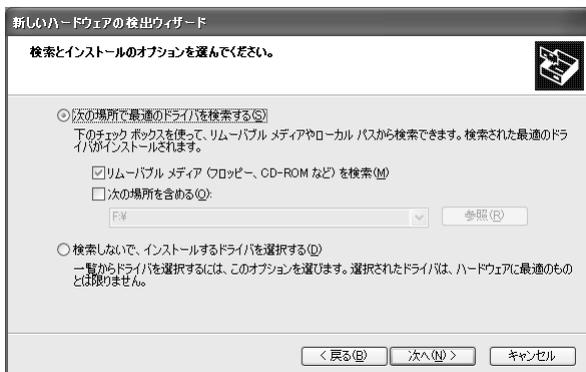

図3：ドライバ指定画面
- 4** 図3のようにドライバの読み込みディレクトリ指定画面が表示されたら、AW-SW350付属のCD-ROMが挿入されたドライブの¥DRIVERフォルダを指定して、ドライバを読み込みます。（ここでは例としてE:ドライブを指定します。）